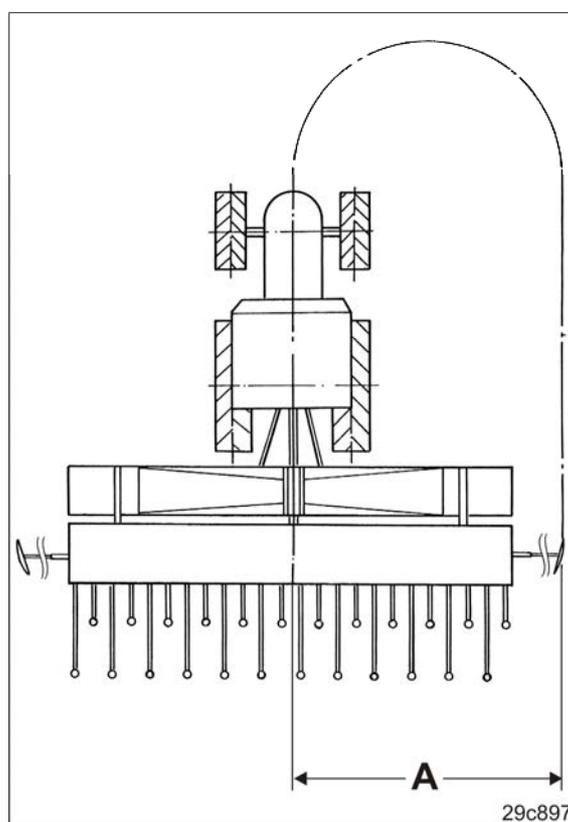

Fig. 160
- 3.5 Ajustar la longitud del disco trazador a la longitud "A" (véase la tabla Fig. 160).